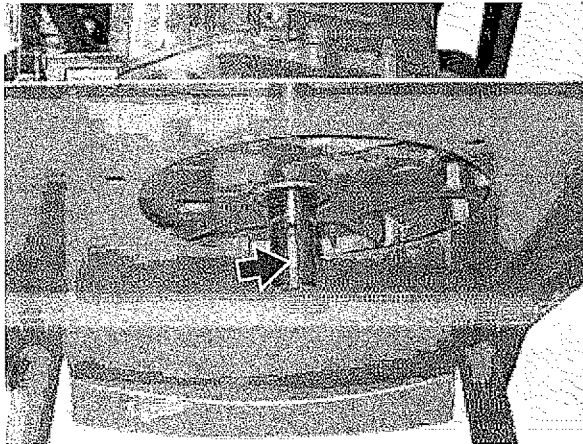

Figura 73 – Se muestra la chaveta y el chavetero del cigüeñal WP2500
4. Inspeccione la chaveta y el chavetero del cigüeñal (Ver Figura 73).